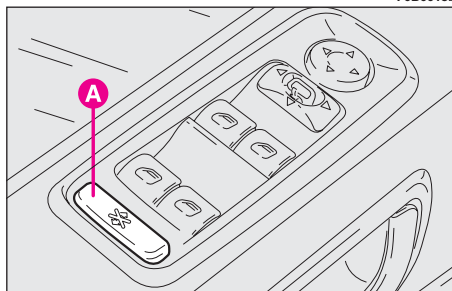

fig. 13
### DESACTIVATION ELECTRIQUE COMMANDES DEUXIEME RANGEE fig. 13
**Fermeture:** fermer la porte et appuyer sur le bouton **A**-fig. 13.